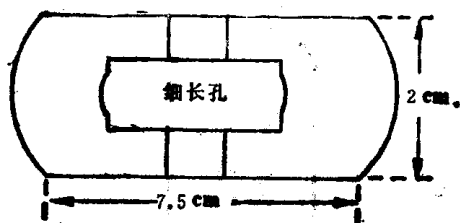

图 6
(1) 将细玻璃管装满细砂，用酒精灯加热细玻璃管弯成新月形，然后倒出细砂再装入带颜色的水（红的或绿的），用小胶皮塞塞住。注意，一定要留有一个小气泡。
(2) 用木材做成一个长方体的小木座（一般规格是长15cm、宽2cm、高4cm），在小木座的中间开一小槽。小槽的深浅以能把做成的带有气泡的细玻璃管放入后与四周的表面相平为宜。
(3) 将铁片剪成长7.5cm、宽2cm、中间有一细长孔的形状，如图6所示。